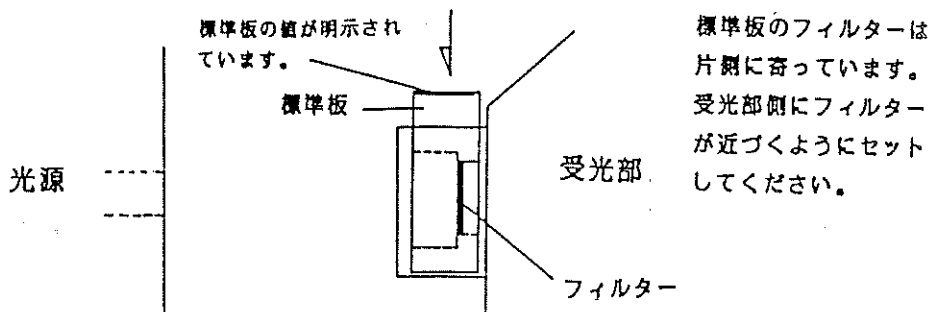

図2 標準板のセット
- ① SSの測定レンジを 100または 200にセットします。
- ② 測定セルに蒸留水を入れ、セル表面の水滴や指紋などを拭き取りセルホルダーにセットします。セル室のフタを閉じZEROつまみでゼロになるように合せます。
- ③ SS標準板をセルホルダーにセットします（図2参照）。セル室のフタを閉じCALIBRATIONつまみで標準板の値に合せます。
- ④ 上記の操作を繰り返して正しく校正されていることを確認して下さい。
- ① 測定ツマミを濁度にセットします。
- ② 測定セルに蒸留水を入れ、セル表面の水滴や指紋などを拭き取りセルホルダーにセットします。セル室のフタを閉じZEROツマミでゼロになるように合わせます。
- ③ 濁度標準板をセルホルダーにセットします(図2参照)。セル室のフタを閉じCALIBRATION ツマミで標準板の値に合わせます。
- ④ 上記の操作を繰り返し、正しく校正されていることを確認して下さい。